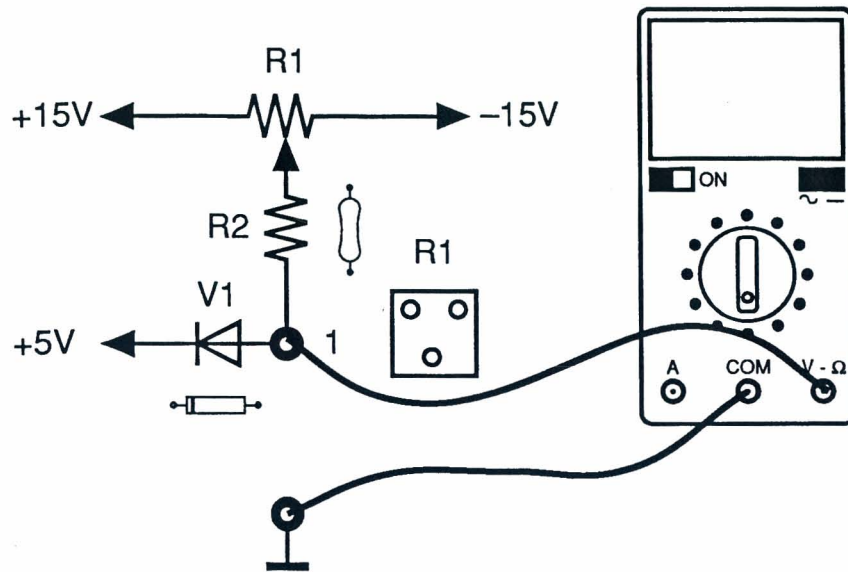

Fig. 3.2
- 4) Establecer si el diodo de la Fig. 3.2 está polarizado directamente o inversamente, cuando el potenciómetro R1 esté girado por completo en sentido antihorario o en sentido horario.
- 6) Medir la tensión mínima y máxima en el punto 1 utilizando un voltímetro digital predispuesto en corriente continua (Fig. 3.2) y verificar que los valores calculados correspondan a los valores medidos.